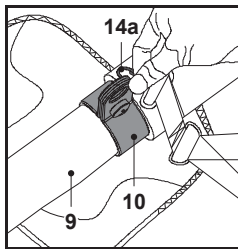

Rys. 10
1. W razie konieczności wyregulować położenie zaczepu do uprząży (10). Przed użyciem maszyny upewnić się, że jest on dobrze zamocowany na górnej części wysięgnika (9).
2. Założyć uprząż (14) w taki sposób, aby
- paski były napięte w sposób umożliwiający równomierne rozłożenie obciążenia na ramionach (rys. 10, 11).